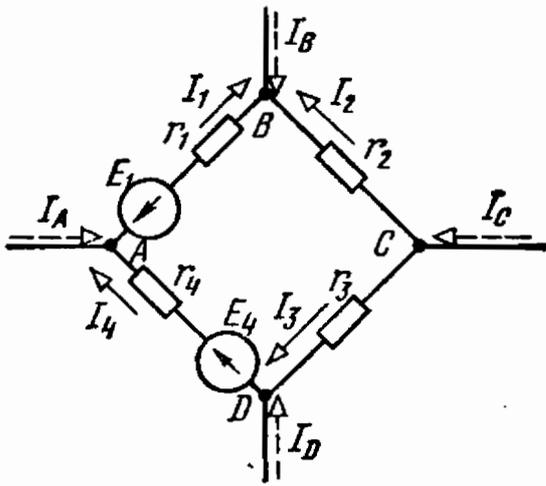

Рис. 1.29
1.29. В замкнутом контуре, состоящем из четырех ветвей CD , DA , AB и BC (рис. 1.29), известны э. д. с., сопротивления резисторов и токи ветвей: $E_1=5$ В, $E_4=10$ В, $r_1=20$ Ом, $r_2=40$ Ом, $r_3=10$ Ом, $r_4=5$ Ом, $I_1=3$ А, $I_2=1$ А, $I_4=2$ А.